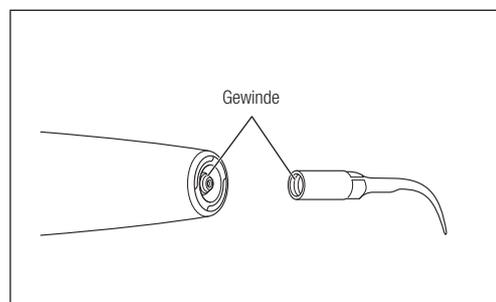

Abb. 14
- 1) Überprüfen Sie, dass die Gewinde am Handstück und Aufsatz sauber sind (Abb. 14).